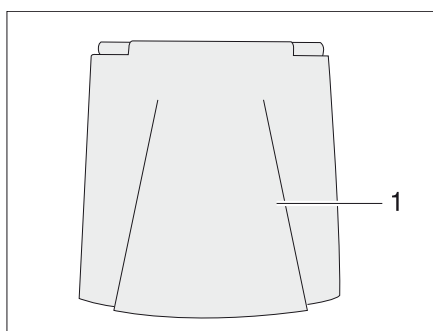

Bild 37 Lucka för bränslepåfyllningsrör
- Öppna luckan (Bild 37,1).
- Stick in nyckeln i låscylindern (Bild 37,3) och vrid moturs.
- Locket tas av (Bild 37,2).